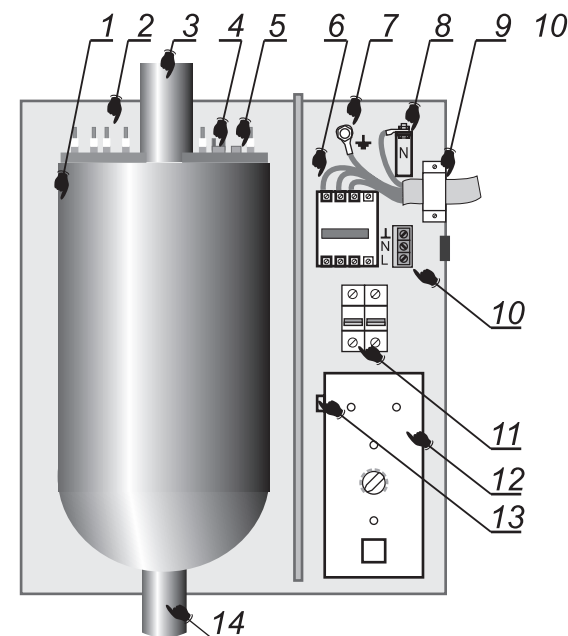

Рис. 1.
5.1. Отопитель состоит из трёх основных частей: теплообменника (бака), элементов коммутации (пускатель и автоматические выключатели) и блока управления, закреплённых на основании и закрытых съёмным кожухом (рис.1).